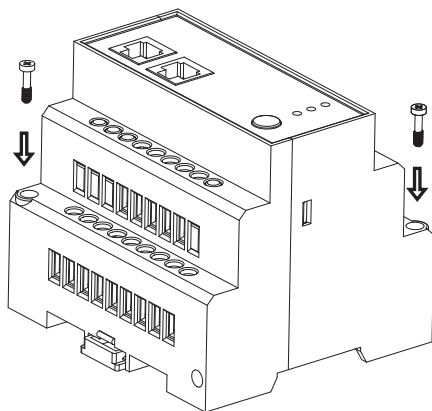

图 2-7 固定安装示意图
1、下图为固定安装的方法，将欲安装的保护器置于待安装的位置，然后紧上螺钉，见图 2.7。